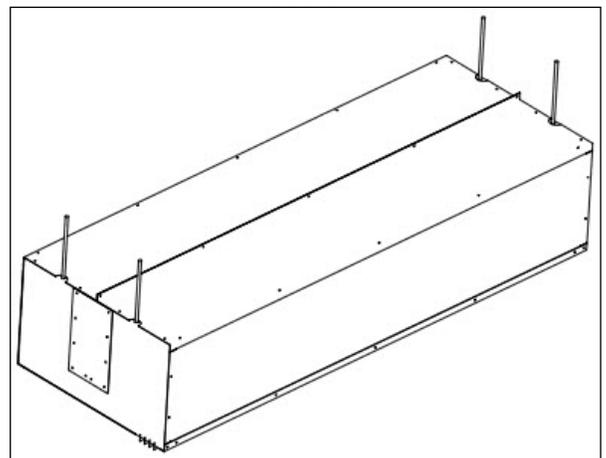

FIG. 2
4. Todas las unidades están equipadas con (4) inserciones roscadas de 3/8" en la parte superior para instalación superior (FIG. 2)
5. Determine las ubicaciones de montaje exactas para suspender la unidad por encima del techo de modo que la unidad quede centrada y paralela a la abertura de la puerta. Use (4) varillas roscadas para suspender el gabinete al techo.